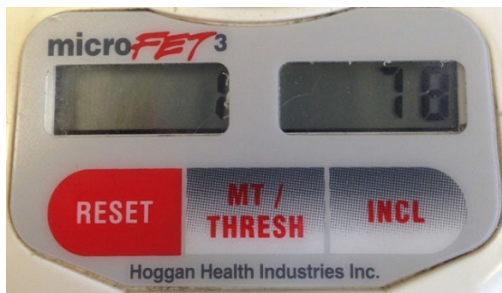

Figure 8 : Exemple de résultats enregistrés d'un test inclinomètre
- Il affiche la mesure de l'angle sur l'écran de droite, ainsi que le numéro du test sur l'écran de gauche (voir figure 8). Les résultats de l'angle de test sont affichés sous forme d'angle entier ou de nombre.